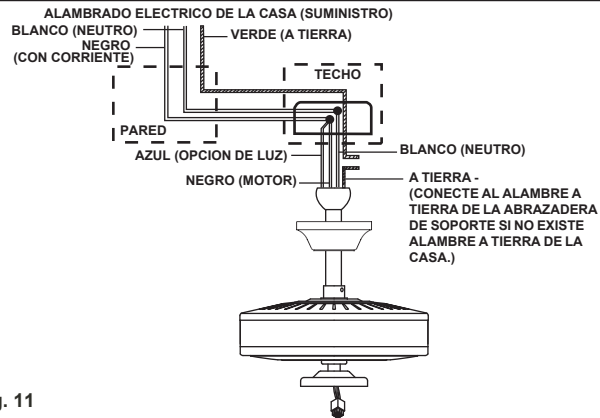

Fig. 11
Paso 1. Conecte el Alambre Negro (corriente) de la caja de distribución a los alambres negro y azul del ventilador. Conecte el alambre Blanco (neutral) de la caja de distribución con el alambre blanco del ventilador. (Fig. 11).